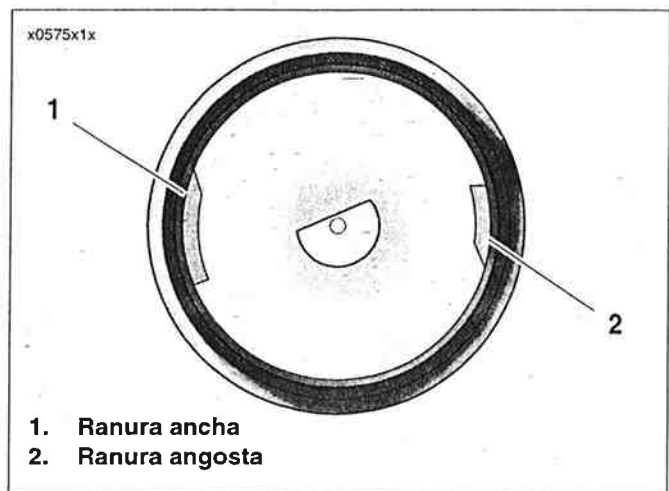

Figura 1-2. Tapa de llenado/varilla medidora
Vea la Figura 1-2. Tome nota de que la varilla medidora tiene una ranura ancha (1) y una ranura angosta (2) y solamente puede ser insertada en el tanque de aceite de una manera.